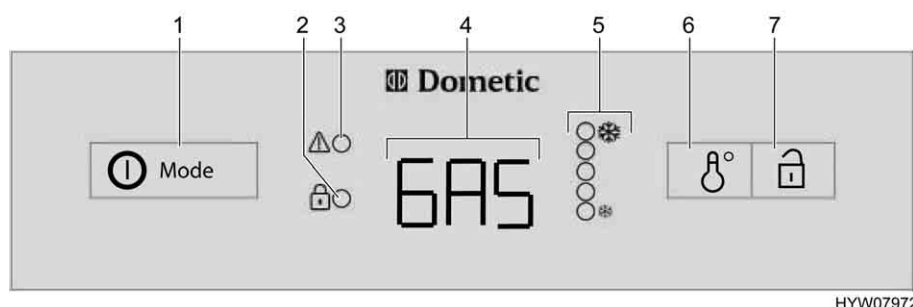

Bild 172 Reglage, knappar för kylskåpet (Dometic 8-serie med AES)
Vid störningar blinkar LED-indikatorn störning "⚠" (Bild 172,3).
När automatisk drift har valts, **ingen** 230 V-försörjning är ansluten och fordonsmotorn är **avstängd**, väljer AES gasdrift. När gasdriften väljs öppnas tändsäkringen automatiskt så att gas kan strömma till brännaren. Samtidigt tillkopplas den elektroniska tändaren. Om gaslågan skulle slockna, t. ex. på grund av att det blåser, aktiveras tändaren direkt igen och tänder gasen. Vid störning i gasdriften blinkar texten "GAS" i driftindikeringen (Bild 172,4).
När kylskåpet sätts på väljs automatiskt en termostatinställning i mittläge. Denna inställning kan ändras manuellt med brytaren för temperaturinställning (Bild 172,6). LED-indikatorerna (Bild 172,5) visar den valda termostatinställningen. Med hjälp av denna knapp ställs kyltemperaturen in för alla tre energikällorna. Det tar alltid några timmar innan man har en normal drifttemperatur i kylskåpet. Om en omkoppling sker till en annan energikälla förändras termostatinställningen inte. Kyltemperaturen bibehålls oberoende av den valda energikällan.
- Tryck på strömbrytaren/energiväljaren (Bild 172,1) i två sekunder för att starta apparaten. Det senast valda driftläget visas i driftindikeringen (Bild 172,4).
- Välj energikälla med strömbrytaren/energiväljaren (Bild 172,1).
- Ställ in kyltemperaturen på väljaren för temperaturinställning (Bild 172,6). LED-indikatorerna (Bild 172,5) visar den valda termostatinställningen.
- Tryck på strömbrytaren/energiväljaren (Bild 172,1) i två sekunder. Alla indikeringarna slocknar.